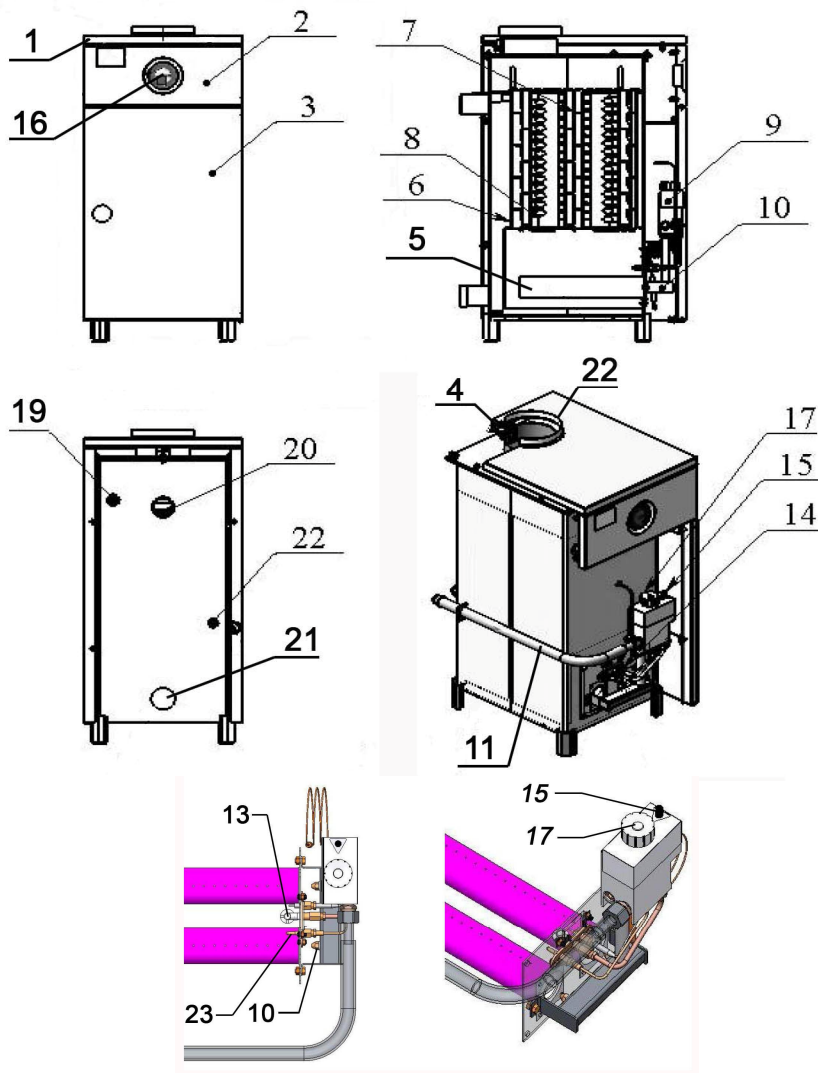

Рис.1
При засміченні ежекторів (поз.10, рис.1), які подають газ на основні пальники, необхідно, при вимкненій автоматиці, перекрити подачу газу до апарата, відкрутити проти годинникової стрілки ежектор і м'яким дротом $d = 1\text{ мм}$. прочистити отвір в ежекторі, не порушуючи вихідного діаметра ежектора. Після очищення ежектора необхідно встановити ежектор і прокладку ежектора на місце. У разі пошкодження прокладки, її необхідно замінити.
5.2 Апарат складається з наступних складових частин (Рис.1):
7.2 Пуск, управління і зупинка апарата здійснюється за допомогою кнопки п'єзорозпалу (поз.15, рис.1) і ручки-кнопки терморегулятора (поз.17, рис.1), розташованих на автоматичі "630 EUROSIT" (поз.9, рис.1).
Обертання ручки, для займання основного пальника (поз.5, рис.1), можливо тільки після розпалу запального пальника (поз.13, рис.1).
7.3 Для включення апарата необхідно відкрити газовий вентиль на газопроводі. Починаючи з позиції Виключено «•», поверніть ручку-кнопку терморегулятора (поз.17 рис.1) в позицію розпалювання «★».
Саме в позиції розпалювання «★» однією рукою натисніть ручку-кнопку вниз до упору і утримуйте її в цьому положенні, іншою рукою натискайте на кнопку п'єзорозпалу (поз.15, рис.1) до тих пір, поки від іскри не займеться розпалювальний факел на запальному пальнику (поз.13, рис.1).
Поверніть ручку-кнопку на цифру, відповідну бажаній температурі (табл. 1), після чого повинен спалахнути основний пальник (поз.5, рис.1).
Для повторного включення апарата, відразу після його виключення, необхідно почекати 40 ... 60 секунд для того, щоб термopара (поз.23, рис.1) охолола до необхідної температури і ЕРС, що виробляється нею, стала недостатньою для утримання клапана автоматики у відкритому положенні (в цей момент буде чути слабке клацання).